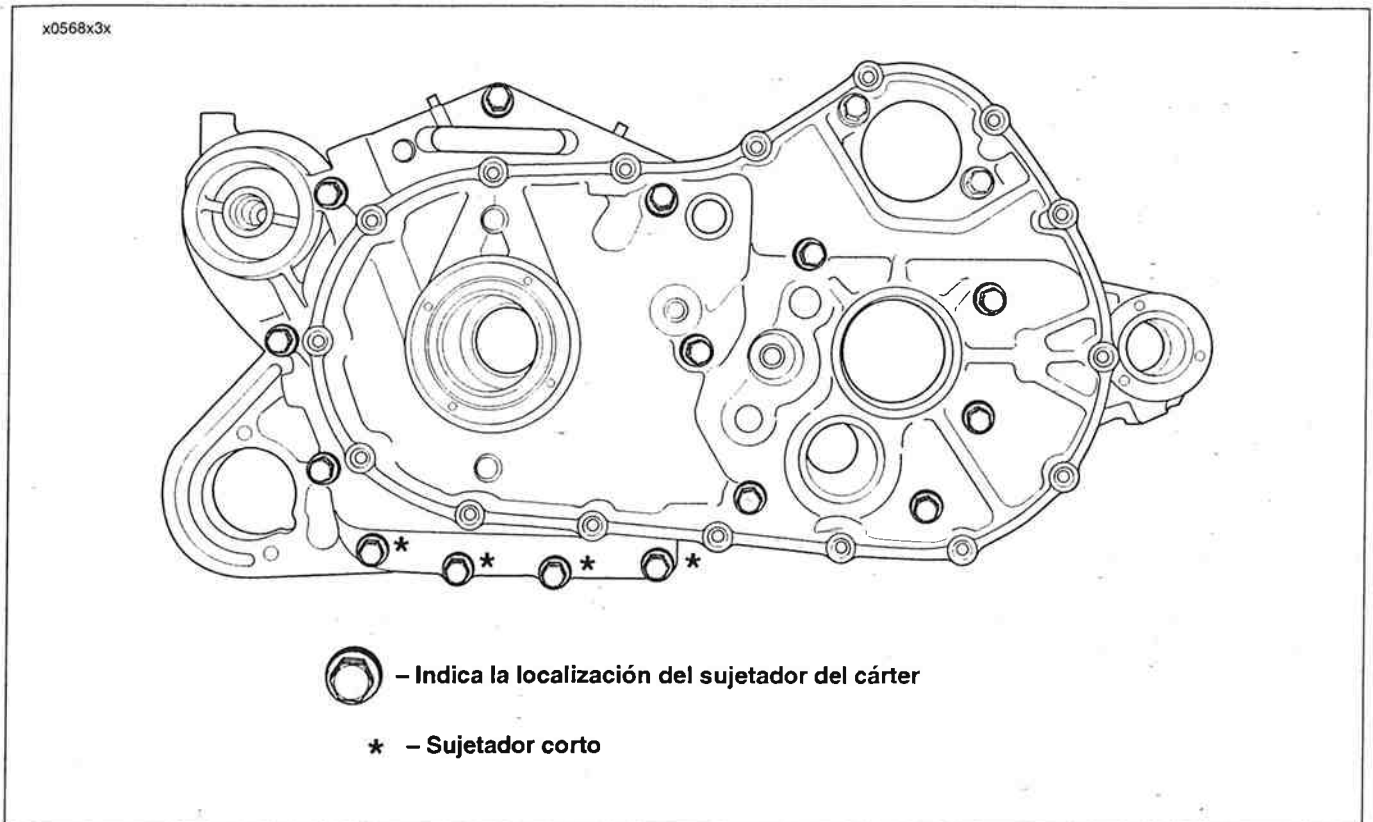

Figura 3-75. Sujetadores del cárter
4. Vea la Figura 3-75. Extraiga 15 sujetadores del cárter (once largos y cuatro cortos).